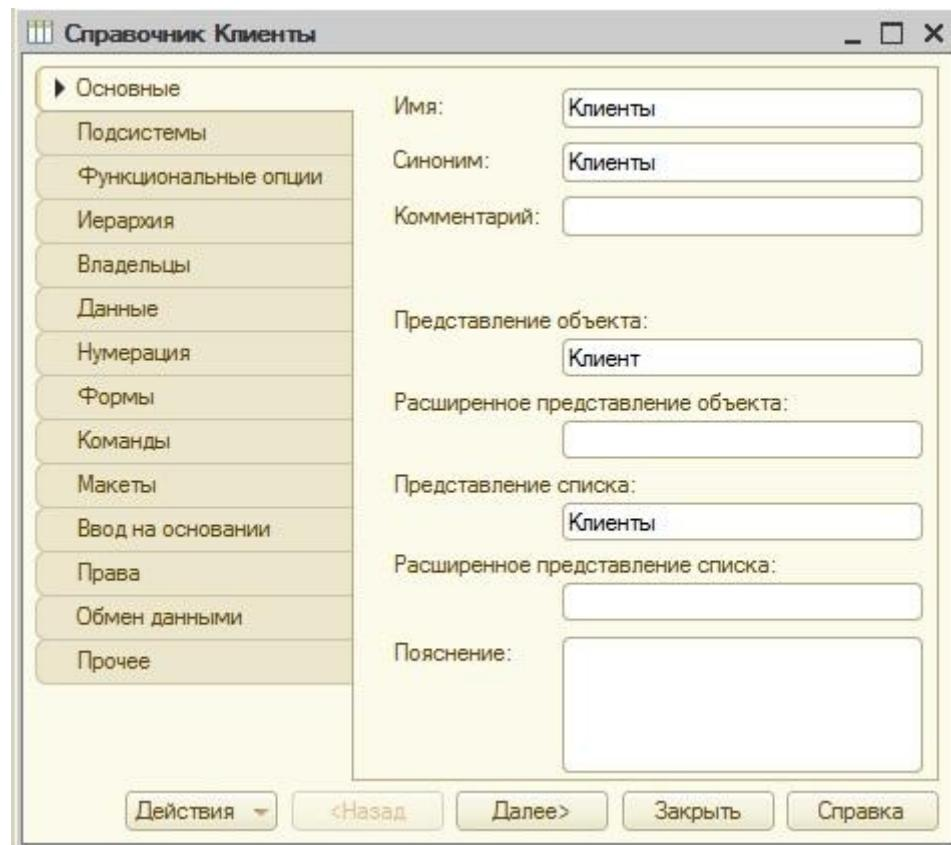

Рисунок 20 Вкладка «Основные» объекта конфигурации
- Создайте справочник **«Клиенты»** для хранения списка клиентов компании. На вкладке **«Основные»** внесите следующие данные (рис. 20):